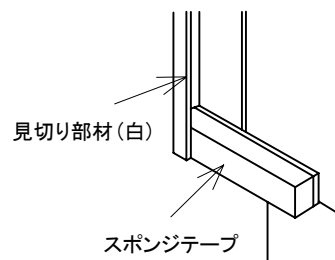

図12-10
③スポンジテープを図に示す位置に貼り付けてください。(図12-10)